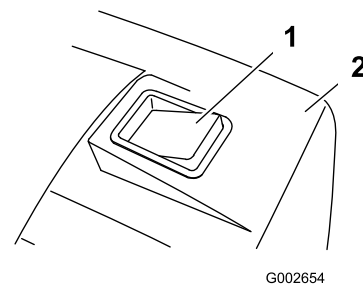

Figura 22
4. Siegue con el recogedor de hierba acoplado, hasta que el indicador del recogedor de hierba indique que el recogedor de hierba está lleno (Figura 22).